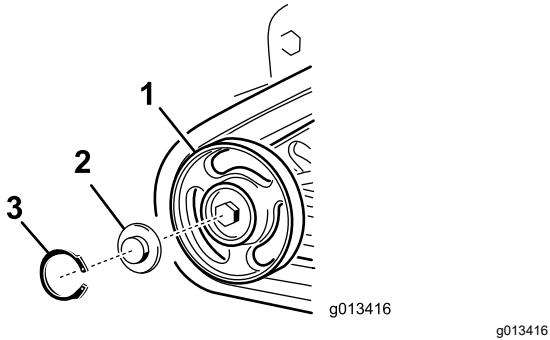

Figura 63
4. Retire la anilla a presión y el tapón de una de las ruedas de rodaje (Figura 63).
5. Compruebe la grasa que hay debajo del tapón y alrededor de la junta (Figura 63). Si está sucia, tiene arenilla o queda poca grasa, elimine toda la grasa, cambie la junta, y añada grasa nueva.
7. Coloque el tapón engrasado sobre la cabeza del perno (Figura 63).
8. Sujete el tapón de la rueda de rodaje con la anilla a presión (Figura 63).